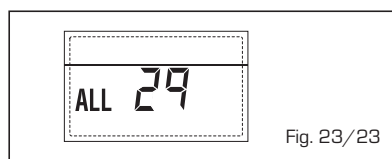

Fig. 23/23
- ANOMALÍA SONDA RETORNO CALEFACCIÓN "ALL 30" (fig. 23/24)